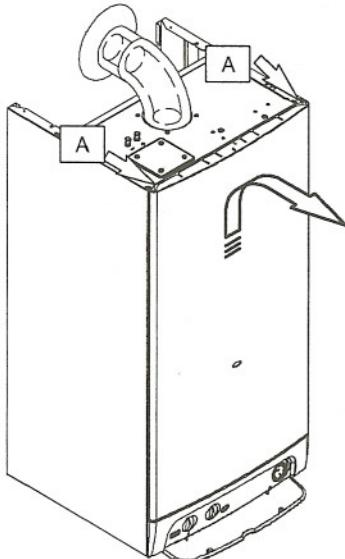

fig. 9.1
- Aflojar los tornillos "A". Retirar el panel frontal desplazándolo hacia arriba de modo que se suelte de los ganchos de abajo fig. 9.1